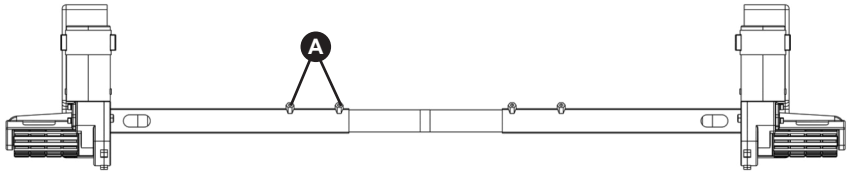
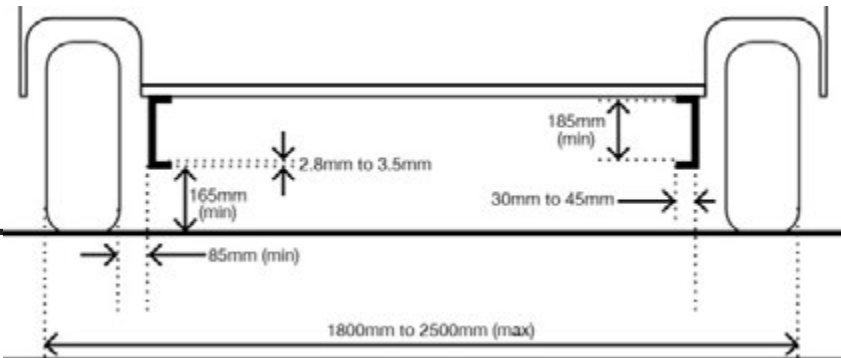
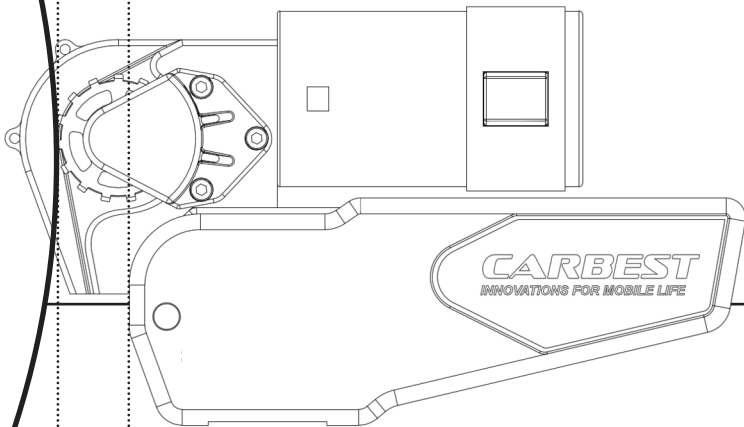

Abb.2
Abb.4
Abb.6
Packen Sie alle Komponenten aus und überprüfen Sie, ob alle Teile vorhanden sind (siehe Verpackungsinhalt Abb. A). In den Installationsanweisungen wird weiterhin auf die in Abb. A dargestellten Teilenummern verwiesen. Stellen Sie vor und während der Installation sicher, dass die Rangierhilfen in der AUSGESTELLTEN Position verbleiben (siehe Abb.4), da die Einheit sonst nicht korrekt montiert werden kann.
Wenn die Hauptbaugruppe lose auf dem Fahrgestell montiert ist, schieben Sie die gesamte Baugruppe entlang des Fahrgestells, bis die Rollen (Abb.2.A) 20 mm von der Oberfläche jedes Reifens entfernt sind (siehe Abb.4). Zwei 20-mm-Abstandshalter (30) werden mitgeliefert, um diesen Abstand einzustellen. Beachten Sie, dass sich die Rangierhilfen in der ausgekuppelten Position befinden sollten, wenn der 20-mm-Abstand eingestellt ist. Achten Sie beim Einstellen des Abstands darauf, dass die Rollen an beiden Rangierhilfen sowohl horizontal als auch vertikal mittig zu den Fahrzeugreifen ausgerichtet sind, um einen bestmöglichen Radkontakt zu ermöglichen (siehe Abb.6 als Referenz). Wenn die Rollenbreiten die des Reifens überschreiten, achten Sie darauf, dass das Ende der Rolle mit der Außenwand des Reifens fluchtet. Ein Überstand an der Innenwand des Reifens ist bei dünneren Reifen akzeptabel und sollte die Funktion oder Haftung nicht drastisch beeinträchtigen.